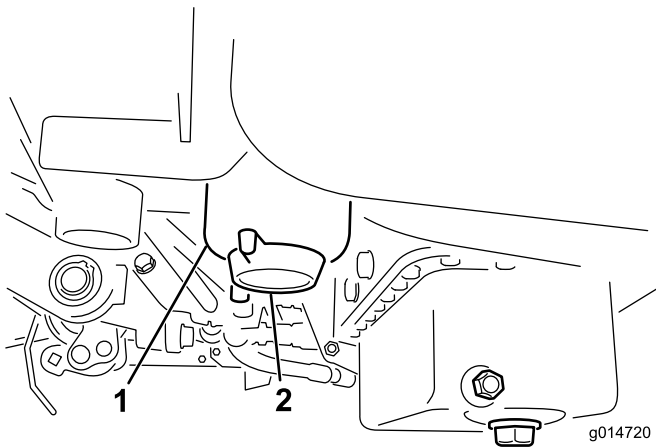

Figura 45
2. Limpe a zona de montagem do recipiente do filtro (Figura 45).
4. Abra o bujão de drenagem do filtro (Figura 45).